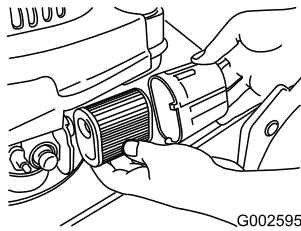

Figura 30
2. Gire la tapa del filtro de aire para retirarla (Figura 30).